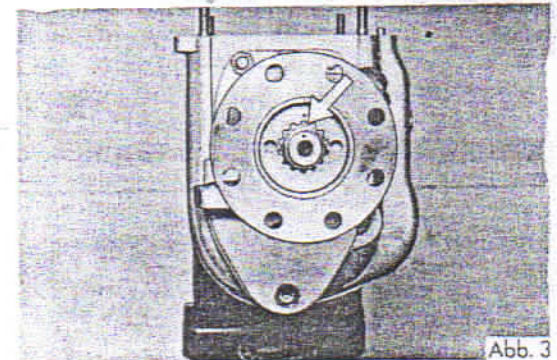

Abb. 3
5. Hauptwelle und Mitnehmerflansch durch Körnerschlag zeichnen (Abb. 3).